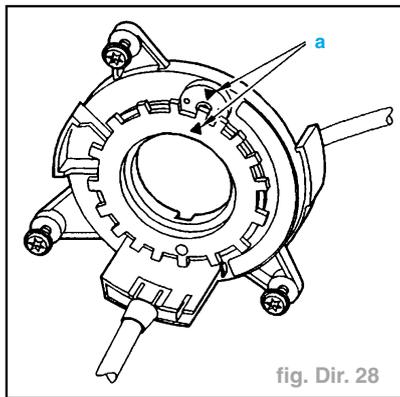

fig. Dir. 28
**Attention** : Respecter la position des flèches "a" les roues en position droite (fig. Dir. 28).